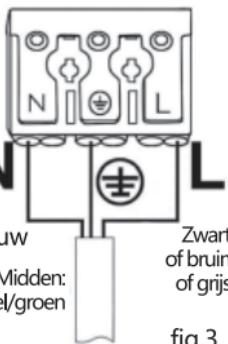

fig.3
- 4. Fig. 3:** Bereid de stroomloze kabel voor in overeenstemming met wettelijke voorschriften. Verbind de draden conform de markeringen.